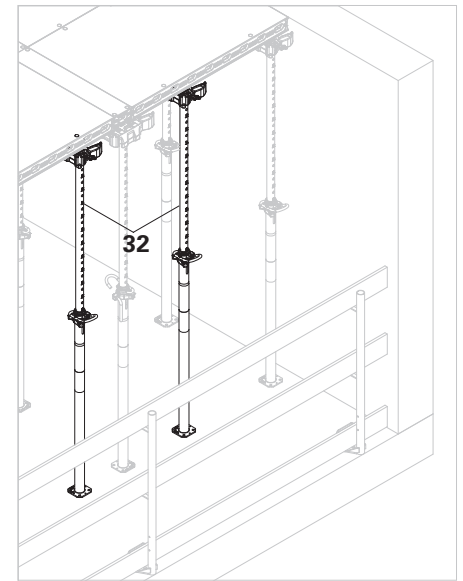

Fig. D4.06a
1. Placer des étais supplémentaires à tête d'étais DFH (32) dans la largeur des panneaux en encorbellement. (Fig. D4.06a)